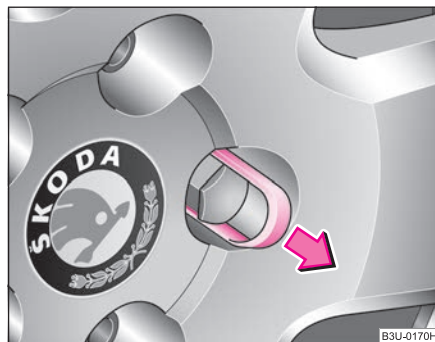

Fig. 159 Cambio de rueda: Retirar el capuchón
- Retire el capuchón con la **grapa de plástico** ⇒ fig. 159.